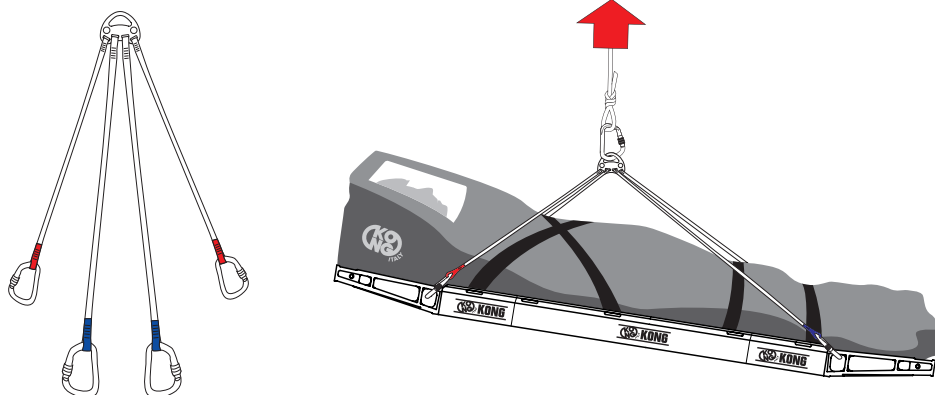

Fig. 2
- **Sollevamento e calata con dispositivi di salvataggio (fig. 2 e 3)**